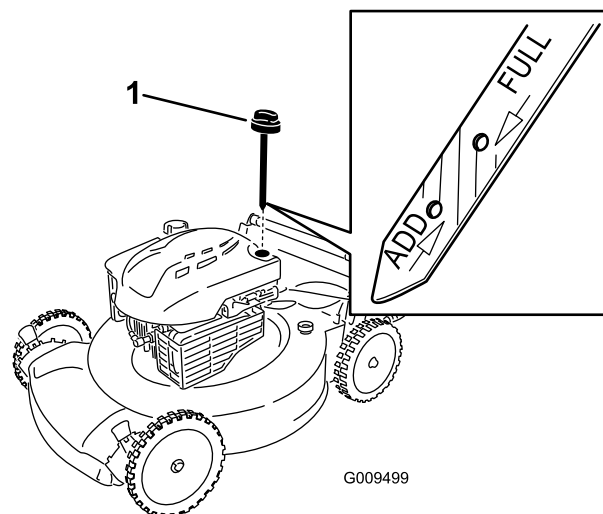

Figura 12
2. Togliete l'asta di livello (Figura 12).
5. Rimuovete l'asta di livello e controllate il livello dell'olio sulla stessa; vedere Figura 12.